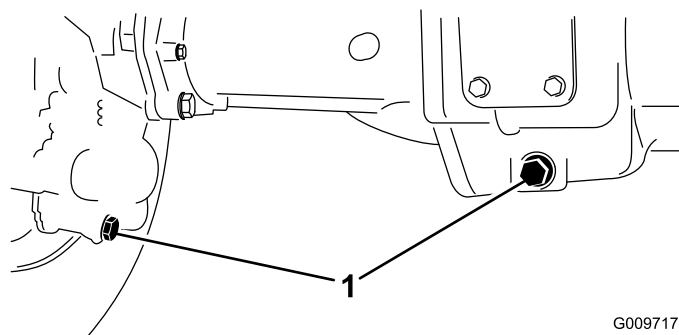

Figura 85
2. Pulite attorno ai 3 tappi di spurgo, 1 per lato ed 1 in centro (Figura 85).